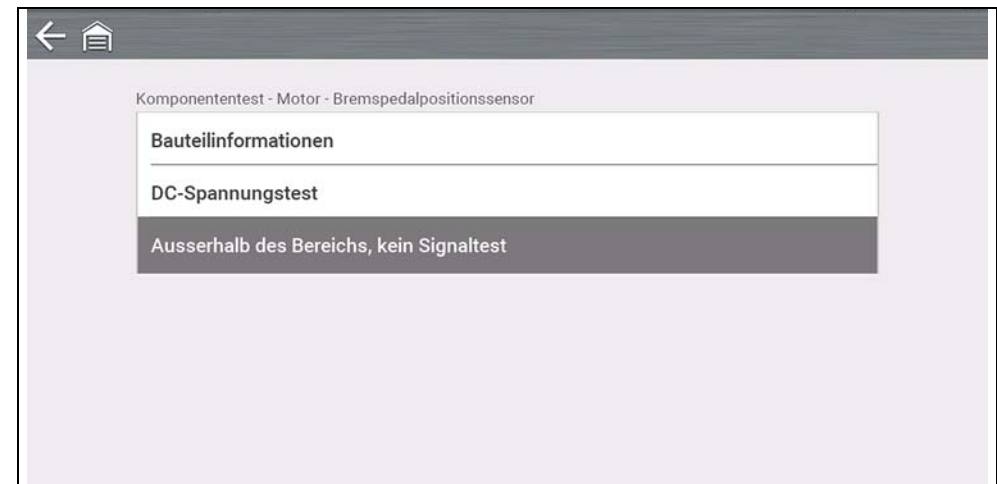

Abbildung 9-7
2. Wählen Sie einen **Test** aus dem Menü für Komponententests (Abbildung 9-7).